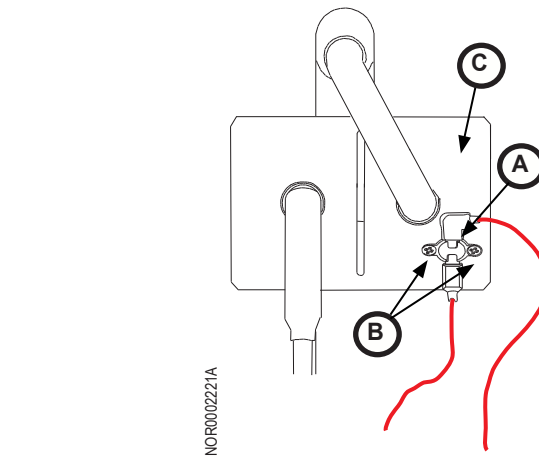

Fig. 4: Termostato del ventilador externo
1. Saque los tornillos del termostato del ventilador (fig. 4, B) (2x); saque el termostato (fig. 4, A). Conserve todas las piezas.